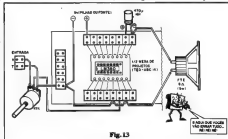

Fig.13
- FIG. 13 - O "CHAPIEADO" DA MONTAGEM EXPERIMENTAL, NA "MESA DE PROJETOS" (T & D do ABC nº 14) - Usando a Mesa de Projetos, que sobretudo com muitas vantagens "financeiras" a um caro "Proto Board", Leitor/Aluno pode implementar o AMPLIFICADOR DE ÁUDIO com grande rapidez e facilidade! Notem que apenas a metade da MESA DE PROJETOS é utilizada (a versão original da mesa permite a implementação de montagem com até dois Integrados de até 16 pinos cada...). Observem bem o posicionamento do Integrado LM380 no soquete res-